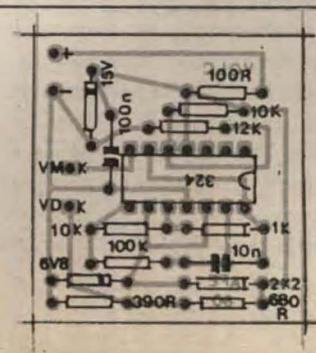

Fig. 3
- **FIG. 3 - CHAPEADO DA MONTAGEM** - A placa, agora vista pela sua face não cobreada, já com todos (menos o LED indicador...) componentes colocados, identificados pelos seus códigos, valores, polaridades e demais detalhes visuais importantes... Não esquecer que o integrado e os dois diodos *zener* são componentes polarizados, tendo posição única e certa para inserção e soldagem à placa... O primeiro tem como referência posicional a sua extremidade marcada por um pequeno chanfro, ressaltado ou ponto... Os segundos são orientados pela indicação das suas extremidades marcadas com um anel ou faixa em cor diferente... Muito cuidado, também, com a perfeita leitura dos valores dos componentes não polarizados (resistores e capacitores comuns...), de modo que nenhum deles seja inserido na placa em lugar errado... Quem tiver dúvidas poderá recorrer ao **TABELÃO APE** (outro importante e fundamental encarte permanente da Revista - procurem por aí, em outra página...). Todos os componentes devem ficar bem assentados sobre a placa (nada daqueles *pernês* enormes que enfeiam muito a montagem e ensejam falhas, defeitos, *curtos*, etc.). Finalizadas as inserções e soldagens, tudo deve ser novamente conferido, incluindo o estado dos pontos de solda, pela face cobreada (oposta à vista na figura...), corrigindo-se qualquer defeito ou irregularidade encontrada...